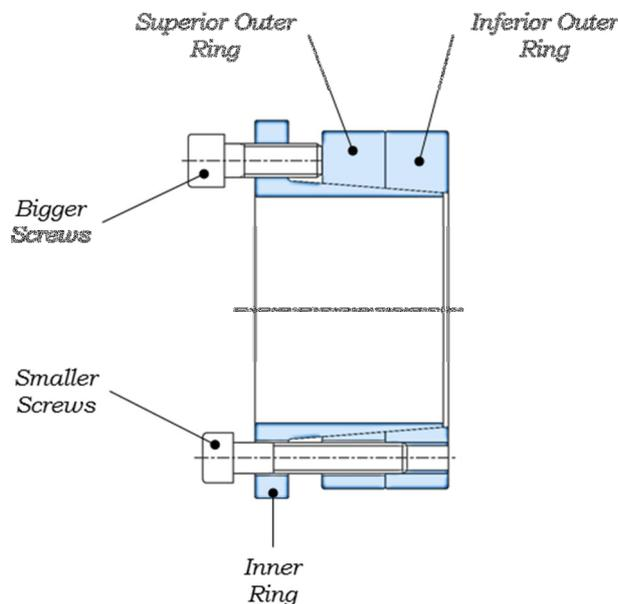

Imagen 6
4. Volver a introducir algunos de los tornillos, en este caso, en los agujeros roscados de extracción del anillo interno (ver *Imagen 6*).